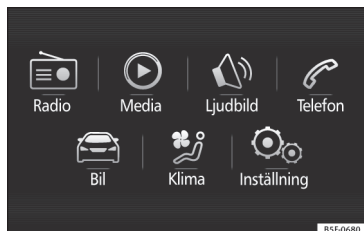

Bild 33 Easy Connect: Huvudmenyn
- Tryck på systemets **MENU**-knapp och sedan på **CAR** » **bild 33**-knappen eller **CAR**-knappen för att komma till **CAR**-menyn » **bild 34**.